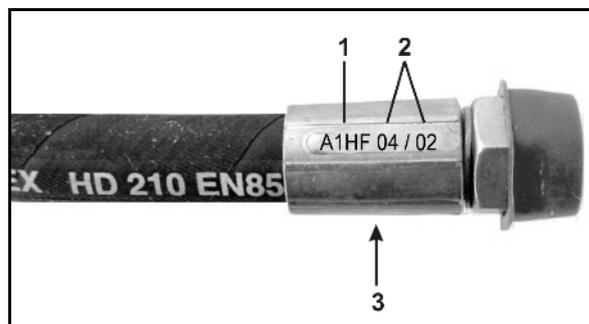

Fig. 96
2. Desaparafusar a capa magnética (Fig. 96/1).
3. Retirar a bobina magnética (Fig. 96/2).
4. Desenroscar a haste da válvula (Fig. 96/3) com as sedes da válvula e limpar com ar comprimido ou óleo hidráulico.